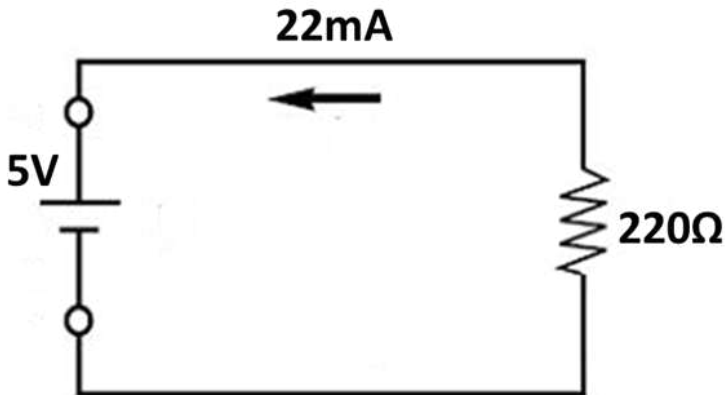

Figura 2.3: Aplicação da Lei de Ohm
A tensão é expressa em Volts (V), a corrente em Amperes (A) enquanto a resistência em Ohms (Ω). Desta forma, considerando o circuito elétrico (Figura 2.3) no qual temos uma tensão de 5V aplicada sobre uma resistência de $220\ \Omega$ o que irá produzir uma corrente de 0,022A ou 22mA.